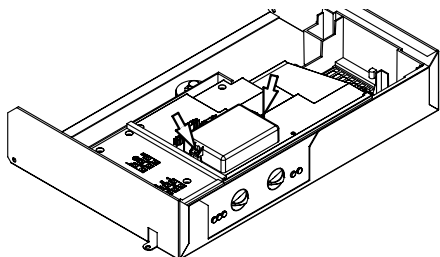

Figura 5.29
- Togliere le due viti indicate in Figura 5.29 e aprire il coperchio della morsettiera collegamento **sonda esterna**.